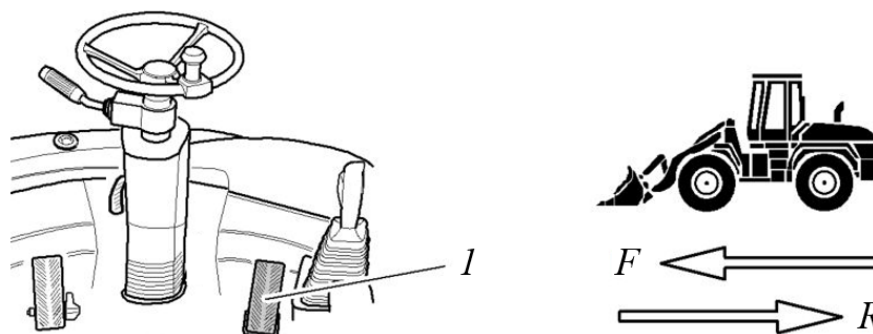

Рисунок 3.50. Трогание с места
- ▶ Плавно нажмите педаль акселератора, рис. 3.50.